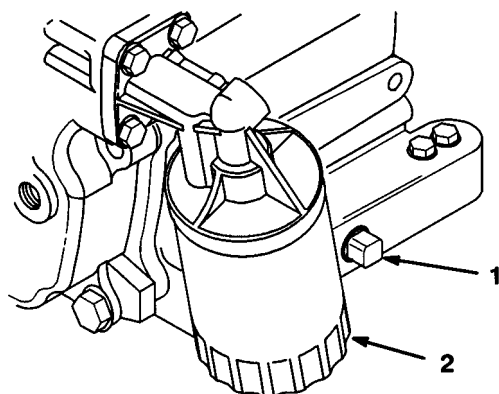

図 23
5. ドレンプラグ (図23) を外してオイルが抜けるのを待ち、プラグを元通りに取り付ける。
2. オイルフィルタ (図23) を外し、新しいフィルタのガスケットにオイルを薄く塗る。